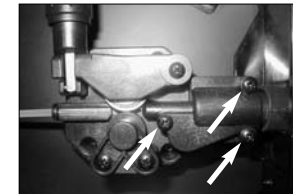

Figure 1 - Retirez ces trois vis
2. Ouvrez la porte d'alimentation du fil et trouvez le plateau d'alimentation. Retirez le couvercle du câble du chalumeau en retirant trois vis (voir la figure 1).